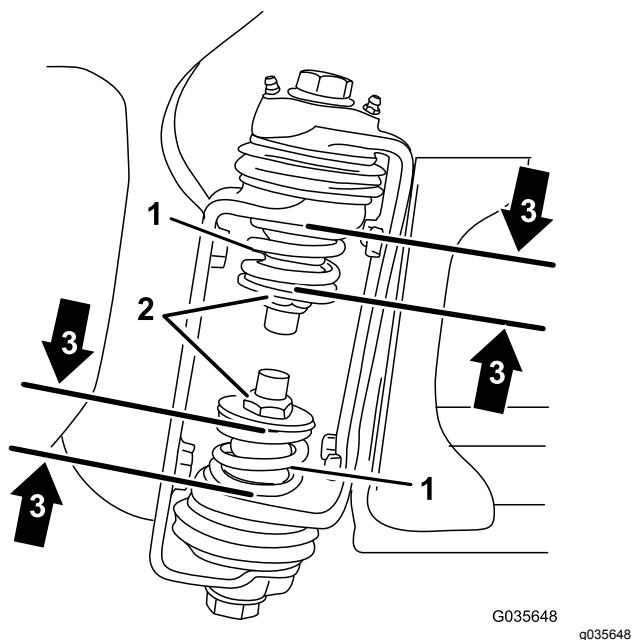

Figure 5
- Au niveau de la charnière de section, mesurez la compression des ressorts supérieur et inférieur quand les sections sont déployées (Figure 5).